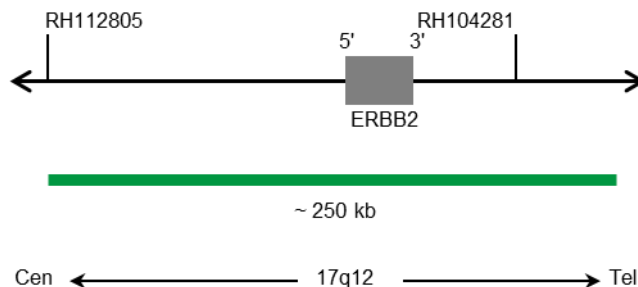

Fig. 1 : Carte de la sonde SPEC ERBB2 (pas à l'échelle)
- Polynucléotides marqués à la digoxigénine (~1,1 ng/μl), qui ciblent des séquences cartographiées en 17q12* (chr17:37,725,661-37,973,541) hébergeant la région du gène ERBB2 (voir Fig. 1).
- Polynucléotides marqués au dinitrophényle (~1,1 ng/μl), qui ciblent des séquences cartographiées dans 17p11.1-q11.1 spécifiques de la région centromérique satellite alpha D17Z1 du chromosome 17 (voir Fig. 1).